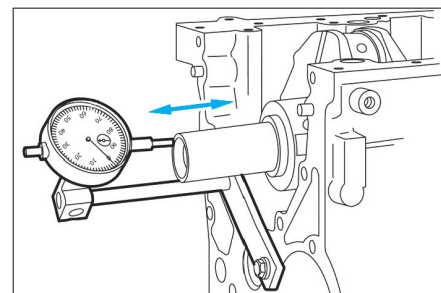

FIG. 78
- Contrôler le jeu axial du vilebrequin (Fig.78). S'il est hors tolérance (voir "Caractéristiques"), mesurer l'épaisseur des cales de jeu axial et les changer